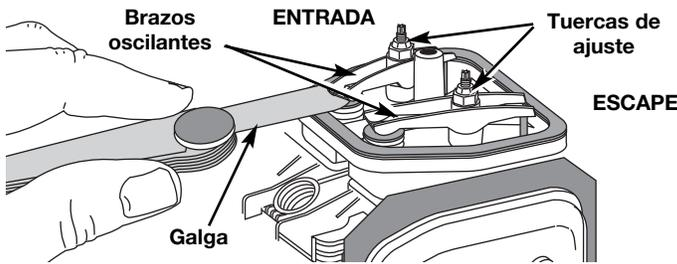

Fig. 36
- El pistón se encuentre en la parte superior de su recorrido. Mire el agujero de la bujía para ver el pistón (Fig. 36).
- Deslice el calibrador de hoja entre el balancín y la parte superior de cada uno de los vástagos de las válvulas. Mida el hueco entre el vástago de la válvula y el brazo oscilante (Fig. 36 & 37). Realice esto en las válvulas de entrada y de escape. El hueco recomendado para las válvulas de entrada y de escape es 0,076 – 0,152 mm (0,003 – 0,006 pulgadas). Use un calibrador regular de automóvil de 0,127 mm (0,005 pulgadas). El calibrador debe deslizarse entre el balancín y el vástago de la válvula con una ligera cantidad de resistencia, sin doblarse (Fig. 36 y 37).